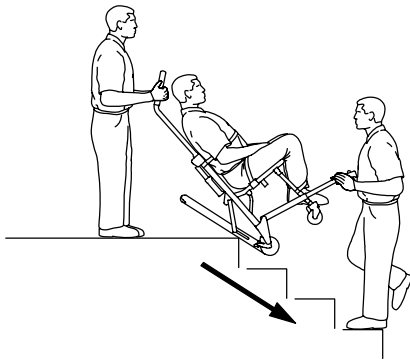

Figura 10 – Contacto do mecanismo de rodagem com o primeiro degrau
7. Ambos os operadores: Mantendo o ângulo, guiem a cadeira ao longo do rebordo das escadas. Permitam que o sistema **Stair-TREAD** fique em contacto com o primeiro degrau (Figura 10).